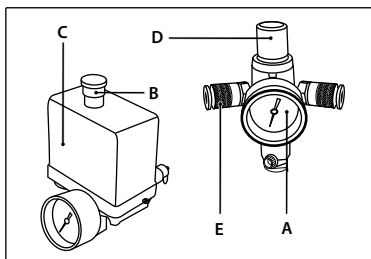

Рис. 9
Компрессор работает полностью автоматически при помощи реле давления (С) (рис. 9), останавливающего двигателя по достижении максимального давления и запускающего компрессор при падении давления до минимального установленного уровня (на 2 бара меньше максимального рабочего давления).
Чтобы остановить компрессор, переведите выключатель реле давления (В) в положение «OFF» (рис. 9) («Выключено»). Выключение прессостатом позволяет стравить сжатый воздух, находящийся в цилиндре и нагнетательном контуре компрессора, что облегчает повторный запуск.
Регулировка выходного давления сжатого воздуха возможна с помощью выходного редуктора и манометра расхода выходного воздуха. Для этого достаточно повернуть вентиль редуктора (D) по часовой стрелке для увеличения давления, против часовой стрелки – для уменьшения давления. Закончив работу, рекомендуется перевести значение выходного давления на ноль по манометру (А) (рис. 9). Данная операция необходима, чтобы предотвратить увеличение погрешности и быстрый износ редуктора.
Подключение пневматического инструмента к компрессору осуществляется с помощью выходного быстросъемного штуцера (Е) (рис. 9) или разъема для пневматического шланга.